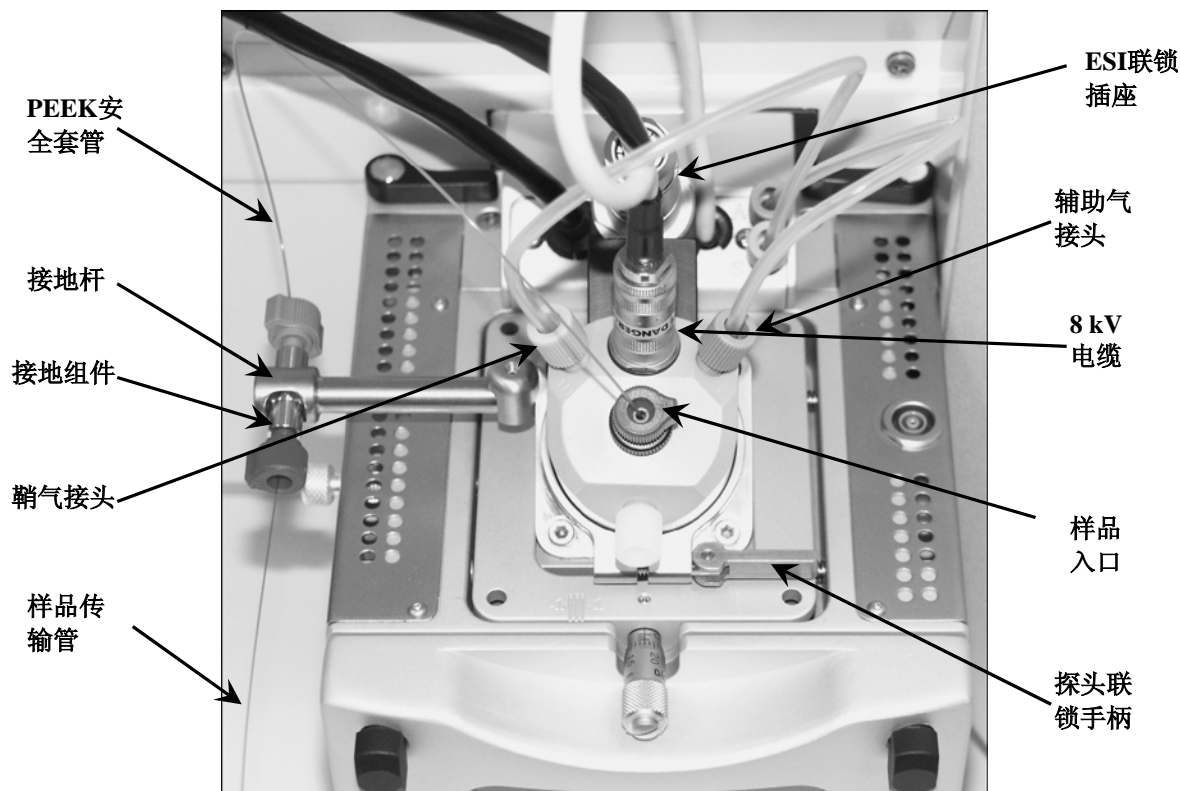

图6-3. 装有ESI探头的Ion Max离子源外壳
2. 将样品传输管从不锈钢ZDV接头 (接地组件) 上拆卸下来, 见图6-3。
3. 从ESI探针的高压插座上拆下8 kV电缆(见图6-3):
4. 将辅助气接头 (绿色) 从探头管线的辅助气入口 (A) 上卸下 (图6-3)。
5. 将鞘气接头 (蓝色) 从探头管线的鞘气入口 (S) 卸下。